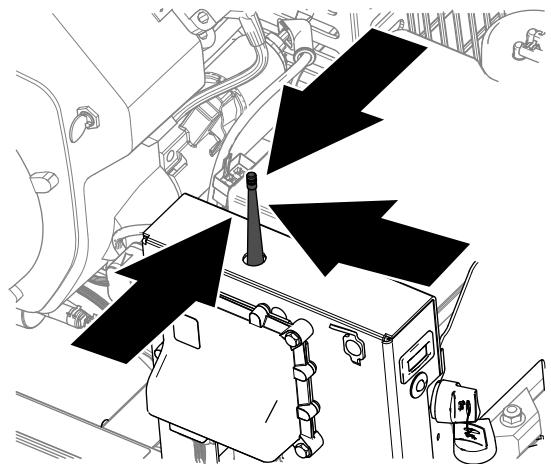

Figure 39
3. Prenez la télécommande à la main et tenez-vous près du module de commande sans fil de façon à avoir un champ de vision direct et dégagé vers l'antenne (Figure 39).